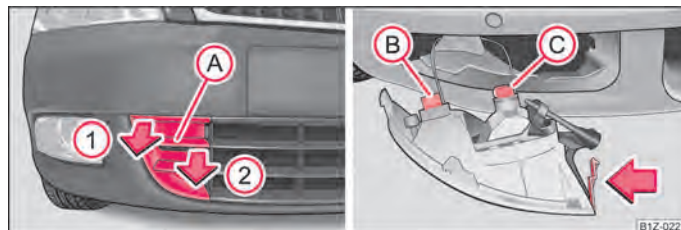

Fig. 185 Pare-chocs avant : Grille de protection/Dépose du phare antibrouillard
Fiche (B) - Ampoule pour éclairage diurne ⇒ fig. 185. Fiche (C) - Ampoule pour phares antibrouillard.
- Insérez les doigts dans l'ouverture (A) ⇒ fig. 185.
- En tirant dans le sens de la flèche (1), défaites le cache d'abord dans la partie supérieure sur le côté du phare antibrouillard.
- Ensuite, défaites le cache également de l'autre côté dans le sens de la flèche (2) et enlevez-le.
- Passez la main dans l'ouverture où se trouvait le cache et appuyez sur la trappe à ressort ⇒ fig. 185 droite.